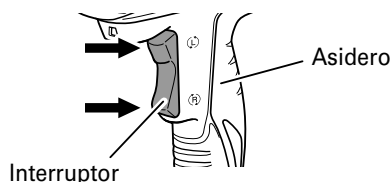

Fig. 8
El conmutador de esta máquina funciona como un interruptor de motor y un conmutador de selección de dirección de giro. Cuando el conmutador se coloca en la posición (R) indicada en el asa, el motor girará en el sentido de las agujas del reloj para apretar el tornillo. Cuando el conmutador se coloca en la posición (L), el motor girará en sentido contrario a las agujas del reloj para aflojar el tornillo. Cuando el conmutador se libera, el motor se detiene. (Fig. 8)